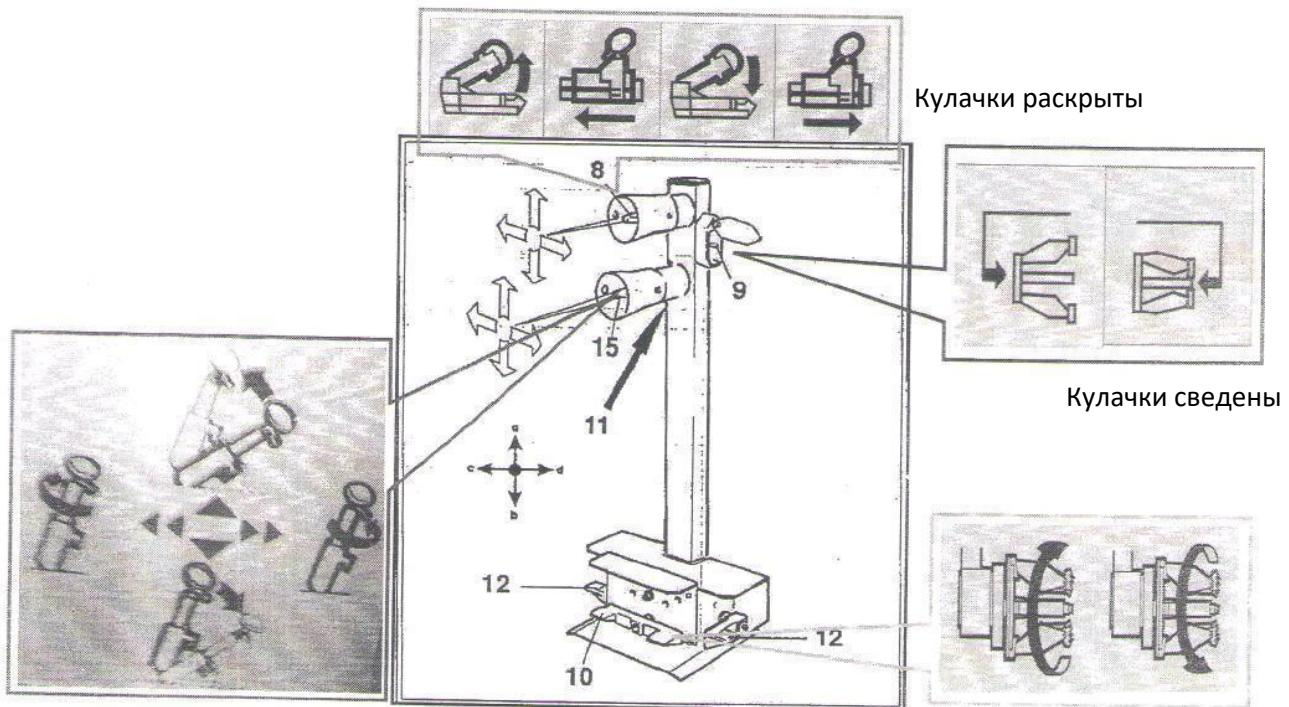
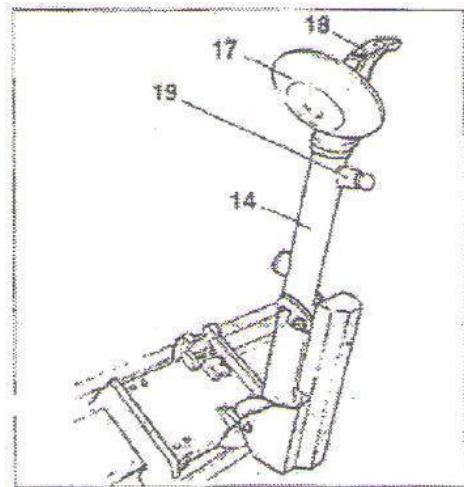

Рис. 6.2
Рис. 6.3
Подвижный пульт управления (рис. 6.2) позволяет оператору работать в любом положении относительно станка. Пульт оснащен следующими органами управления:
1. **Верхний рычаг управления (8, рис. 6.2)** в **положении а** поднимает держатель кулачкового зажима и в **положении б** опускает его. В **положении с** перемещает кулачковый зажим вправо и монтажную лапу влево (они оказываются рядом друг с другом), в **положении д** смещает кулачковый зажим влево и монтажную лапу вправо (теперь они расположены далеко друг от друга).
2. **Нижний рычаг управления (15, рис. 6.2)** в **положении а** перемещает монтажную лапу в нерабочее положение, в **положении б** перемещает лапу в рабочее положение. При перемещении в **положение с** поворачивает монтажную головку на 180 град. против часовой стрелки, при перемещении в **положение д** поворачивает монтажную головку в противоположную сторону и возвращает ее в исходное положение.
3. **Переключатель зажима (9, рис. 6.2)** в верхнем положении разводит рычаги самоцентрирующегося кулачкового зажима (**ФИКСАЦИЯ**), в нижнем положении сводит рычаги самоцентрирующегося кулачкового зажима (**НЕЗАФИКСИРОВАНО**).
4. **Педаль (10, рис. 6.2)** при нажатии с левой или правой стороны включает вращение зажима в направлении, указанном стрелкой на педали.
5. **Выключатель второй скорости (11, рис. 6.2)** при нажатии с педалью (10, рис. 6.2) включает высокую скорость вращения кулачкового зажима.
6. Педали включения второй скорости вращения (12, рис. 6.2) перемещают кулачковый зажим и монтажную лапу, каретку на высокой скорости.
- 1) Переместить нижний рычаг управления (15, рис. 6.2) вверх (а), монтажная лапа (14, рис. 6.3) должна повернуться в нерабочее положение.
- 2) Монтажная лапа займет нерабочее положение, при перемещении верхнего рычага управления (8, рис. 6.2) вверх (а) держатель кулачкового зажима (2, рис. 3.1) должен подняться, при перемещении рычага управления вниз (б) держатель кулачкового зажима должен опуститься.
При перемещении верхнего рычага управления влево (с) держатель кулачкового зажима (2, рис. 3.1) перемещается вправо, а монтажная лапа (14, рис. 6.3) влево. Оба приспособления располагаются рядом друг с другом.
Повторить указанные операции (с и д), одновременно нажимая на одну из двух педалей (12, рис. 6.2). Вышеуказанные движения будут происходить на высокой скорости.
- 3) Повернуть рычаг переключателя (9, рис. 6.2) вверх: рычаги зажима (3, рис. 3.1) должны раскрыться. Повернуть рычаг вниз, рычаги зажима сводятся.
Повторить указанные операции, одновременно нажимая на одну из двух педалей (12, рис. 6.2). Вышеуказанные движения будут происходить на высокой скорости.
- 4) Нажать правую педаль (10, рис. 6.2): зажим (3, рис. 3.1) начнет вращаться по часовой стрелке, при нажатии левой педали зажим вращается против часовой стрелки. Нажать на выключатель второй скорости (11, рис. 6.2) вниз и повторить указанные выше операции: зажим будет вращаться с повышенной скоростью.
- переместить переключатель зажима (9, рис. 6.2) в верхнее положение, чтобы развести рычаги кулачкового зажима;
- 5) Свести кулачки (22, рис. 3.1), сдвинуть колесо на подвижной опоре в направлении самоцентрирующегося кулачкового зажима. Привести в действие выключатель (9, рис. 6.2), чтобы раскрыть кулачковый зажим и зафиксировать обод колеса изнутри. Далее на рисунках приведены наиболее распространенные методы крепления колес.